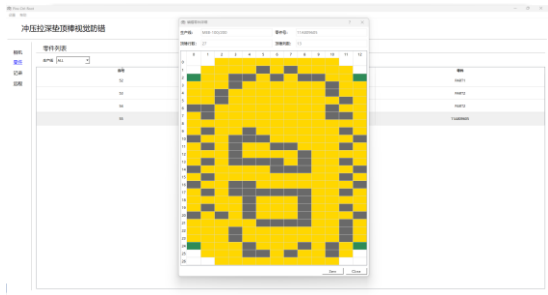

图 2.3.3 零件详细窗口
- c) 点击菜单栏中“显示详细”按键，弹出“零件详细”窗口，如图 2.3.3 所示。窗口下方表格中每个单元格对应拉深模具移动平台中对应顶棒安装孔的工艺要求。其中：单元格为白色表示该安装孔必须置空，单元格为灰色表示该安装孔必须放置顶棒，单元格为黄色表示该安装孔可置空也可放置顶棒，单元格为绿色表示该